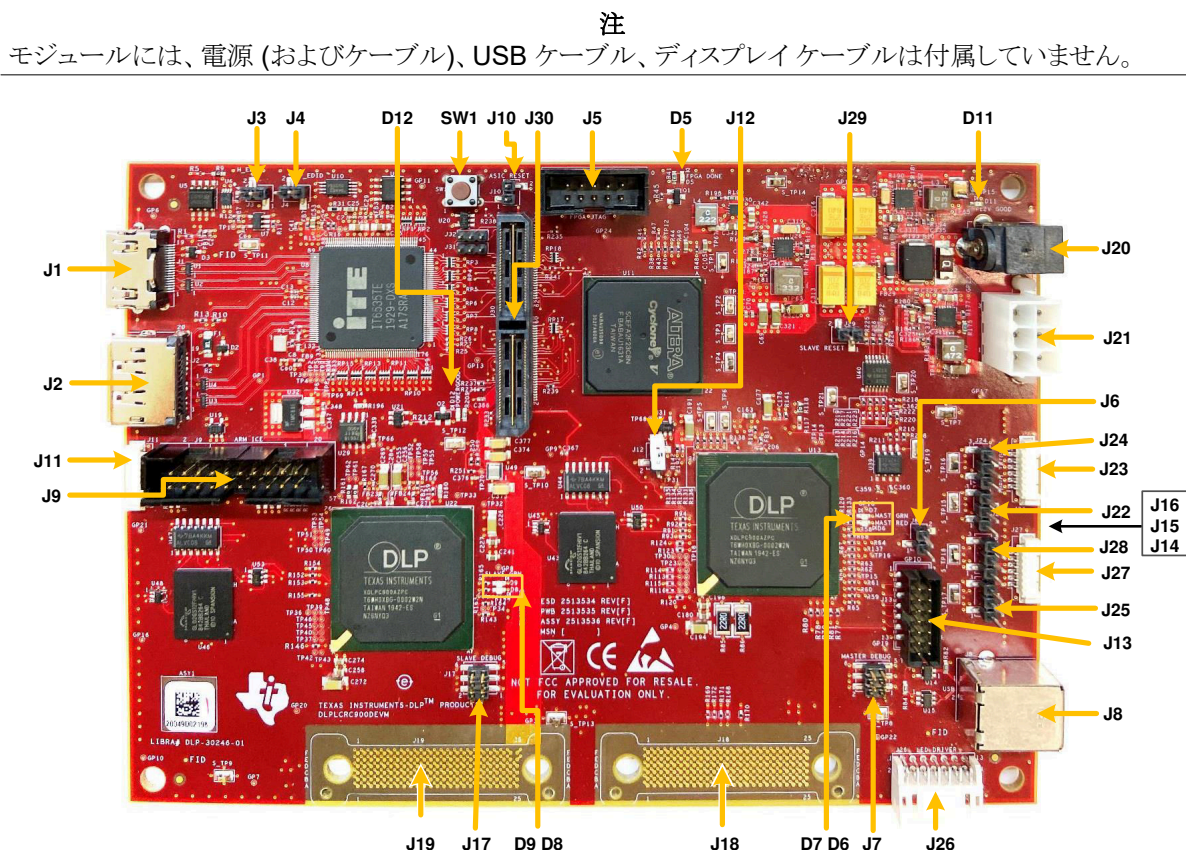

図 1-3. DLP LightCrafter デュアル DLPC900 EVM のコネクタ (上面図)
スイッチおよびコネクタと、それぞれの位置を 図 1-3 に示します。
1. 12V DC 電源を 図 1-3 の電源コネクタ J20 に接続します。
5. 図 1-3 に示すように、PC と、DLP LightCrafter デュアル DLPC900 EVM のコネクタ J8 との間に、USB ケーブルを接続します。PC にケーブルを初めて接続するとき、DLP LightCrafter デュアル DLPC900 EVM は、ヒューマン インターフェイス デバイス (HID) クラスの USB 複合デバイスとして表示されます。これらのデバイスは Windows オペレーティング システムでネイティブに扱われるため、ドライバは必要ありません。